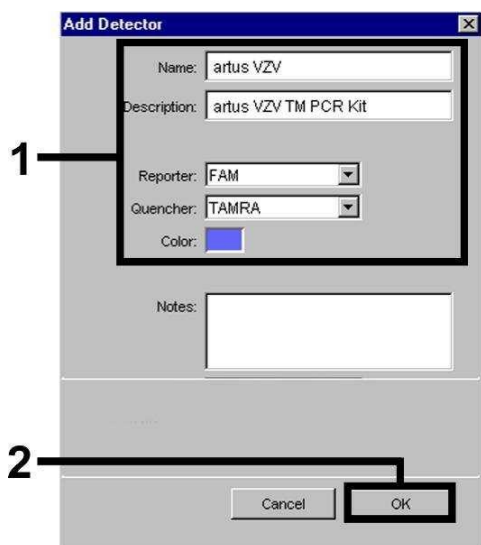
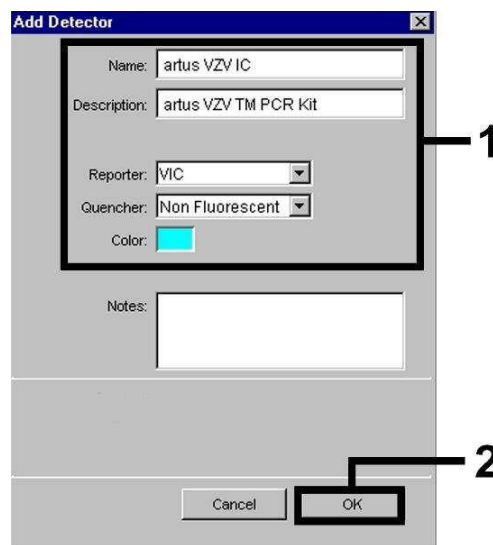
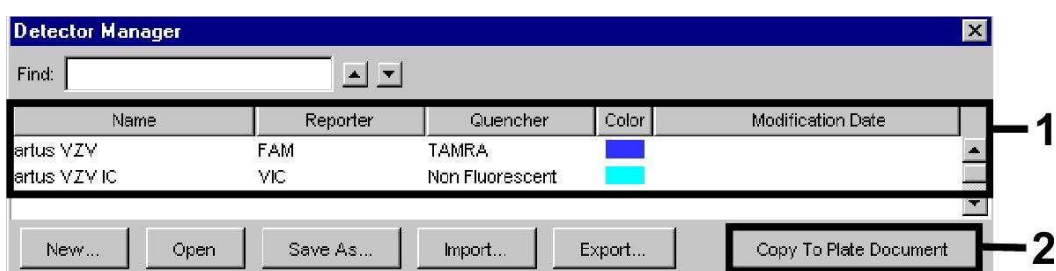

Fig. 17: Criação do detector específico do VZV (*Detector Manager*).
Fig. 18: Criação do detector específico do *Controlo interno* (*Detector Manager*).
Fig. 19: Selecção dos detectores (*Detector Manager*).
Para a detecção de ADN do VZV, defina na janela que agora aparece (de acordo com a Fig. 17 e a Fig. 18) a combinação de Reporter/Quencher FAM/TAMRA e, para a detecção do *Controlo interno*, seleccione a combinação VIC/Non Fluorescent. Ao confirmar as definições (OK), retornará ao *Detector Manager*. Marque os detectores que acabaram de ser criados e transfira cada selecção para o nível *Setup*, seleccionando na opção *Copy to Plate Document* (ver Fig. 19). Feche a janela (*Done*).